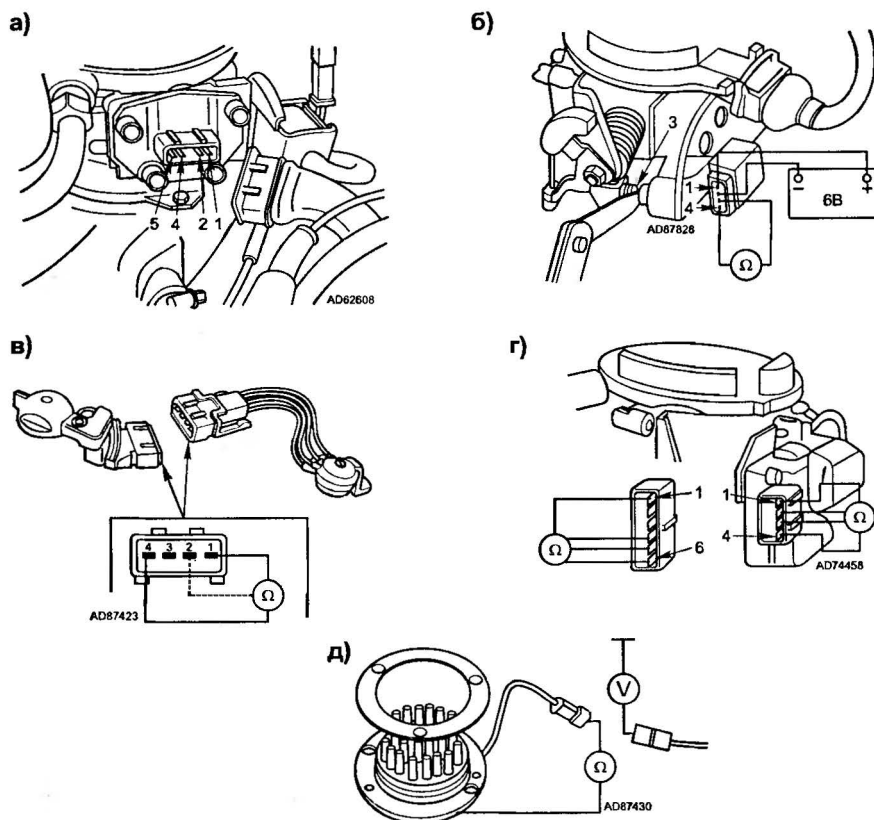

Рис. 2.3.6. Проверка компонентов впускной системы
Отсоединить разъем датчика TP и проверить сопротивление между соответствующими контактами TP в различных положения дроссельной заслонки (см. рис. 2.3.6а и табл. 2.3.2). При перемещении дроссельной заслонки величина сопротивления должна изменяться плавно без провалов.
- отсоединить разъем актюатора ISC и, используя внешний источник постоянного напряжения величиной около 6 В (применение источника более 6 В может вывести из строя актюатор ISC) собрать диагностическую схему (см. рис. 2.3.6б);
- используя контрольный щуп толщиной 0,5 мм, проверить срабатывание концевого СТР — в позиции «3» щупа (см. рис. 2.3.6б), сопротивление между контактами 3 и 4 разъема ISC должно быть около 200 Ом, а при извлечении щупа — бесконечно большим;
Проверить изменение сопротивления IAT — контакты 1—4 (для AEA — 1—2) разъема форсунки (см. рис. 2.3.6в и табл. 2.3.3), в зависимости от темпе-
Отсоединить разъем актуатора ISC и измерить сопротивление между контактами в соответствии с табл. 2.3.4 (см. рис. 2.3.6г).
- отключить разъем нагревателя впускного коллектора от жгута электропроводки (см. рис. 2.3.6д) и измерить сопротивление термоэлемента, его величина должна быть в пределах 0,25...0,50 Ом;